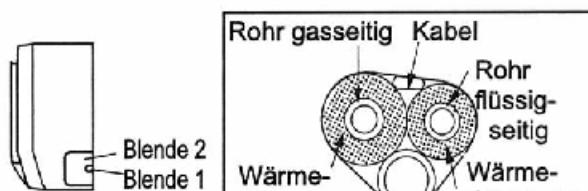

Abb. 7
- Werden die Rohrleitungen und Kabel von der linken oder rechten Seite der Inneneinheit geführt, sind die entsprechenden Blenden am Gerätegehäuse zu entfernen (siehe Abb. 7).